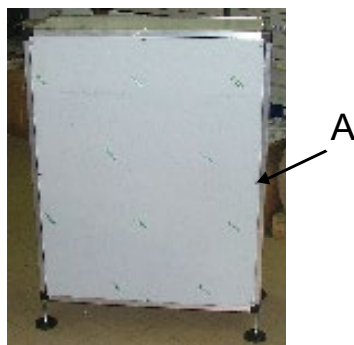

Fig. 14
- Scoateți panoul mai mare al grupului de filtrare (cel fără gaură). Panoul este fixat cu șuruburi Philips (A în Fig.14).